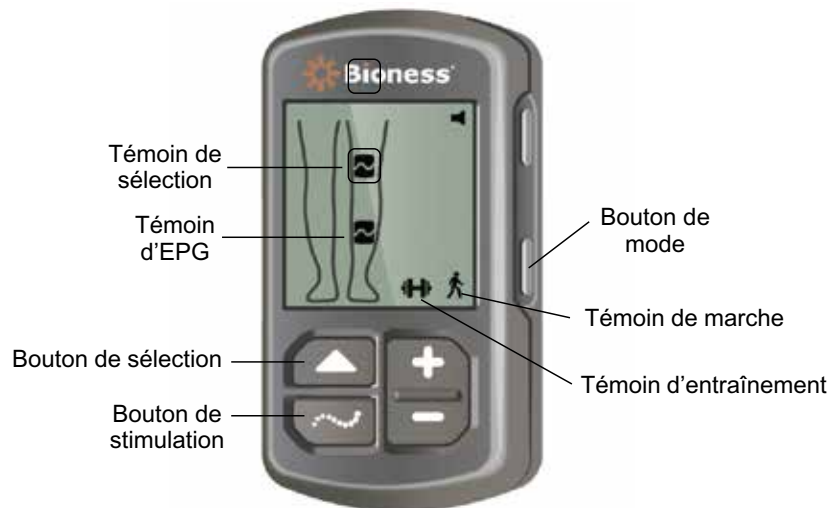

Figure 4-8 : Sélection d'un mode de fonctionnement sur l'unité de commande
4. Si vous utilisez la jambièrre et le manchon à cuisse, vous pouvez appuyer sur le bouton de sélection de l'unité de commande pour basculer entre l'EPG pour jambe et l'EPG pour cuisse ou pour sélectionner ces deux EPG. Reportez-vous à la figure 4-8.
5. Pour sélectionner le mode Marche, appuyez sur le bouton Mode de l'unité de commande jusqu'à ce que l'icône du témoin de marche apparaisse dans l'angle inférieur droit de l'affichage numérique. Reportez-vous à la figure 4-8.
6. Pour sélectionner le mode Entraînement, appuyez sur le bouton Mode de l'unité de commande jusqu'à ce que l'icône du témoin d'entraînement apparaisse dans l'angle inférieur droit de l'affichage numérique. Reportez-vous à la figure 4-8.
3. Pour désactiver la stimulation, appuyez sur le bouton de stimulation de l'unité de commande. Reportez-vous à la figure 4-8.